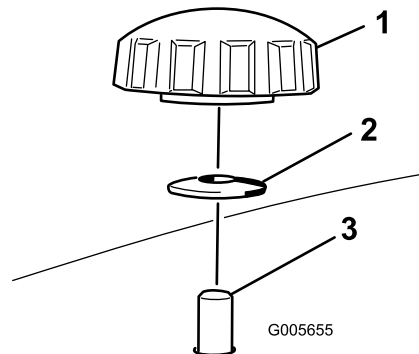

Figura 26
- 4. Togliete le 2 manopole e le rondelle curve che fissano il diaframma destro al tosaerba (**Figura 26**).
- 5. Rimuovete il deflettore destro e abbassate il deflettore dell'erba sull'apertura di scarico (**Figura 26** e **Figura 27**).
- Infilate il deflettore destro sotto il piatto di taglio e fissatelo utilizzando le 2 manopole e le rondelle curve (lato concavo verso il tosaerba) come illustrato nella Figura 26 e Figura 27.